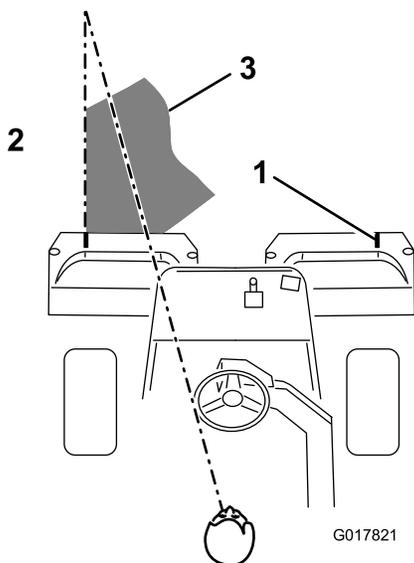

图40
**注意：** 为了保持以直线方式穿过果岭，并使得机器与此前剪草的边缘保持等距，请在机器前到果岭未剪部分的边缘虚构一条长约 1.8~3m 的视线（图40）。有人发现，将方向盘的外缘看作视线的一部分非常有用；即让方向盘边缘对准与机器前面始终保持等距的某个点（图40）。